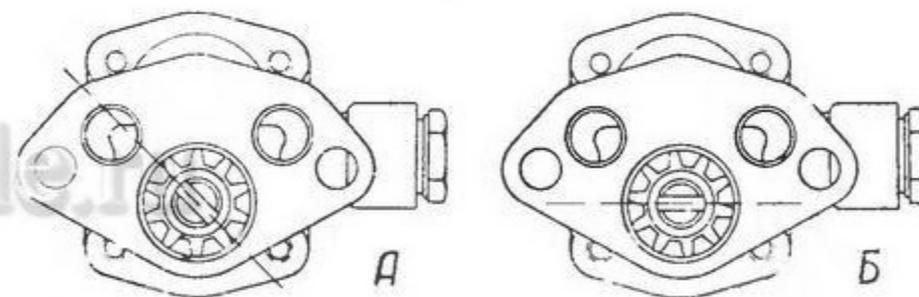

Рис. 16. Положение прорези в валике масляного насоса. А—перед установкой на двигатель, Б—после установки на двигатель
2. Валик насоса повернуть таким образом, чтобы прорезь шипа вала распределителя стала наклонно, как показано на рис. 16А.
3. Осторожно вставить насос на место, проследив за тем, чтобы его шестерня не задевала за стенки отверстия в блоке. Когда шестерни насоса и распределительного вала войдут в зацепление, первая повернется, и прорезь для шипа валика распределителя придет в горизонтальное положение, показанное на рис. 16Б.